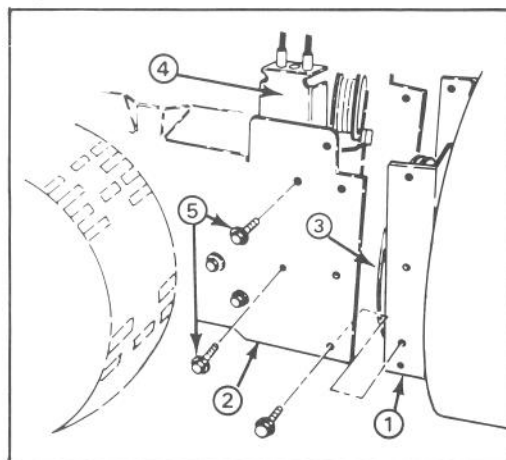

Figure 1
MONTAGE DU CARÉNAGE DE LA TARIÈRE (fig. 1 à 3)
2. Alignez le carénage de la tarière en regard des orifices de fixation du châssis du moteur (fig. 1).